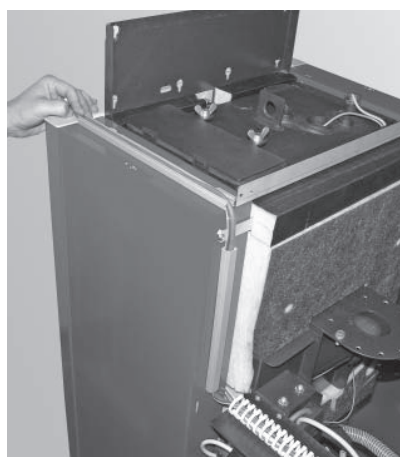

Fig. 45 Collocare i cavi dell'InfoWIN e dell'interruttore di sicurezza dello sportello nella canaletta per cavi
- Collocare i cavi dell'InfoWIN e dell'interruttore di sicurezza dello sportello nella canaletta per cavi sulla fiancata destra - Fig 45.